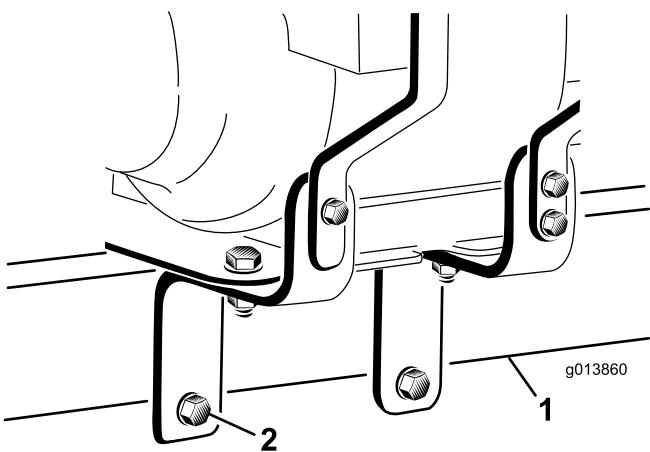

Figura 7
20. Insira os (2) parafusos de 1/2 x 5 pol. através dos furos do suporte de montagem do motor assegurando que coloca uma anilha de cabeça chata em cada face exterior do suporte de montagem do motor e assegurando que os parafusos passam bem por baixo do tubo de engate do ProPass. Aperte à mão as (2) porcas de 1/2 pol. (Figura 7).